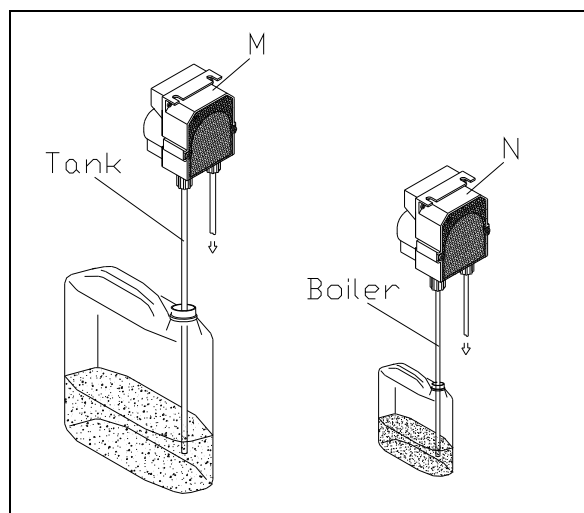

Fig. 3-4
- I dosatori di detersivo (M) (a richiesta) e brillantante (N) sono regolati dal costruttore. Nel caso si rendesse necessaria una diversa taratura agire sulla vite di regolazione degli stessi dosatori. I contenitori di detersivo e brillantante (se non in dotazione all'apparecchio) vanno posti presso la macchina ed il prelievo viene effettuato attraverso i tubi di raccolta trasparente (Tank per il detersivo e Boiler per il brillantante) situati nella parte posteriore dell'apparecchio (fig.3-4).
- The detergent dispenser (M) (optional) and rinse aid dispenser (N) are regulated by the manufacturer. If the setting needs to be changed, turn the regulating screw on the dispensers. The detergent and rinse aid containers (if not provided with the appliance) should be placed next to the machine and connected to the transparent pipes fitted to the back of the appliance (Tank for the detergent and Boiler for the rinse aid) (fig.3-4).
- Die Dosierer des Reinigungsmittels (M) (auf Anfrage) und des Glanzspülmittels (N) werden werkseitig eingestellt. Für andere Einstellungen die Stellschraube der Dosiervorrichtung regeln. Die Behälter für Reinigungsmittel und Glanzspülmittel ( wenn nicht mit dem Gerät mitgeliefert) müssen in unmittelbarer Nähe der Maschine stehen und die Entnahme erfolgt über die durchsichtigen Schläuche (Tank für das Reinigungsmittel und Boiler für Glanzspülmittel) an der Rückseite des Geräts (fig.3-4).
- Les doseurs du détergent (M) (sur demande) et du produit de rinçage (N) seront réglés par le constructeur. S'il vous fallait régler différemment, faire tourner la vis de réglage sur les doseurs mêmes. Les alvéoles à détergent et à produit de rinçage (si non fournies avec l'appareil) seront mises près de la machine et le prélèvement sera effectué par des tubes transparents (Tank pour le détergent et Boiler pour l'agent de brillantage) situés derrière l'appareil (fig.3-4).
- Los dosificadores de detersivo (M) (a pedido) y abrillantador (N) salen de la fábrica regulados por el Constructor. En el caso de que se necesitara una regulación distinta, usar el tornillo de dosificación de los propios dosificadores. Si los contenedores de detersivo y abrillantador no forman parte del equipamiento base, se deben colocar cerca de la máquina; el detersivo y el abrillantador se sacan a través de los tubos de toma transparentes (letrero Tank para el detersivo y Boiler para el abrillantador) ubicados en la parte trasera del aparato (fig.3-4).